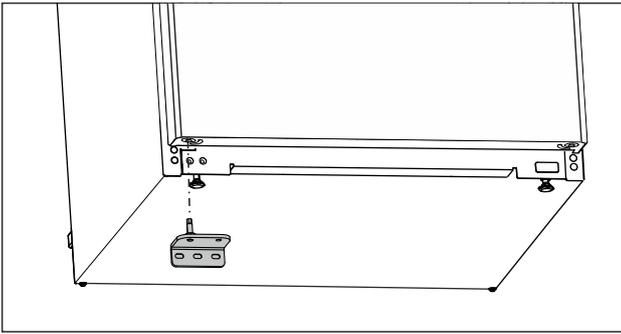

Fig. 24
- ▶ Unteren Lagerbock auf der Gegenseite einsetzen. (siehe Fig. 24)